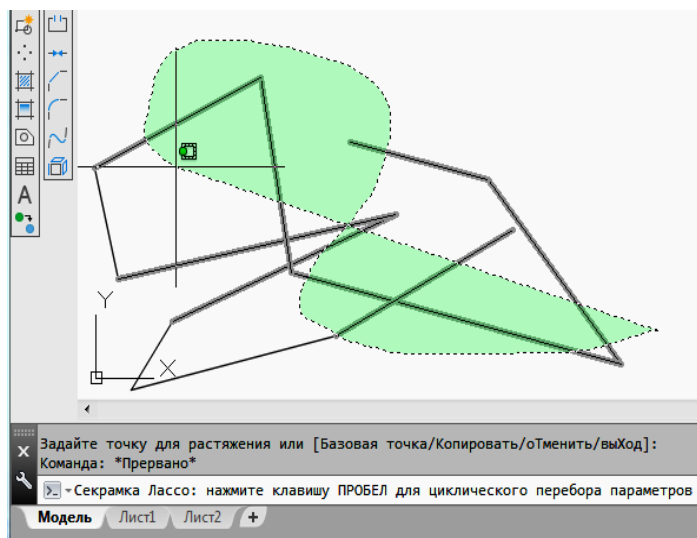

Рис. 16. Выбор объектов с помощью *секрамки Лассо*
- с помощью *секрамки Лассо*: нажатием и удерживанием ЛКМ выделяют объекты, которые пересекаются нелинейной геометрической формой, возникающей при перемещении курсора (рис. 16).